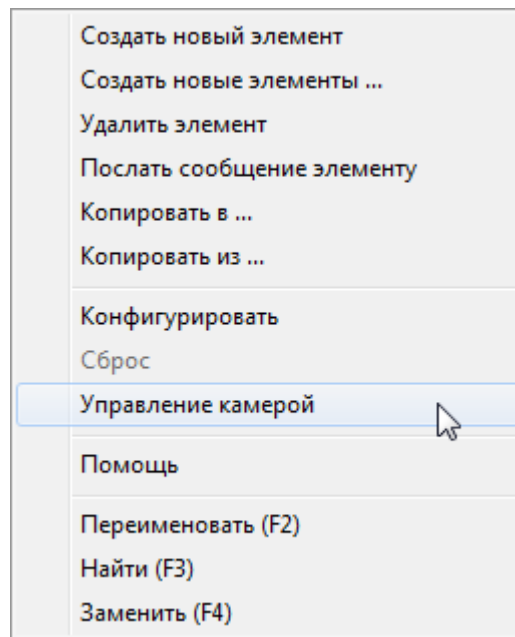

Рисунок 15 — Контекстное меню элемента **Поворотное устройство Pelco**
2. Выберите команду **Управление камерой** (рисунок 15).